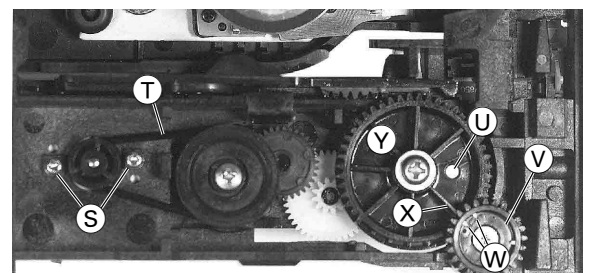

Fig. 10
- Zahnrad ④ (Fig. 10) bis Anschlag im Uhrzeigersinn drehen.
- Zahnrad ④ (Fig. 10) entgegen dem Uhrzeigersinn drehen bis das Loch ⑤ des Zahnrades dem Loch des Chassis gegenüber steht. Des Weiteren muss zwischen den beiden Markierungen ⑥ des Zahnrades ⑦ der schmale Steg ⑧ des Zahnrades ⑨ gegenüber stehen.
- Riemen ⑭ (Fig. 10) abnehmen.
- 2 Schrauben ⑮ (Fig. 10) herausdrehen und Lademotor herausnehmen.
- Turn the toothed wheel ④ (Fig. 10) clockwise to its end stop.
- Turn the toothed wheel ④ (Fig. 10) counterclockwise until the hole ⑤ of the toothed wheel faces the hole in the chassis. Furthermore, the narrow ridge ⑧ of the toothed wheel ⑦ must be located between the two marks ⑥ on the toothed wheel ⑦.
- Remove the belt ⑭ (Fig. 10).
- Undo the 2 screws ⑮ (Fig. 10) then remove the loading motor.